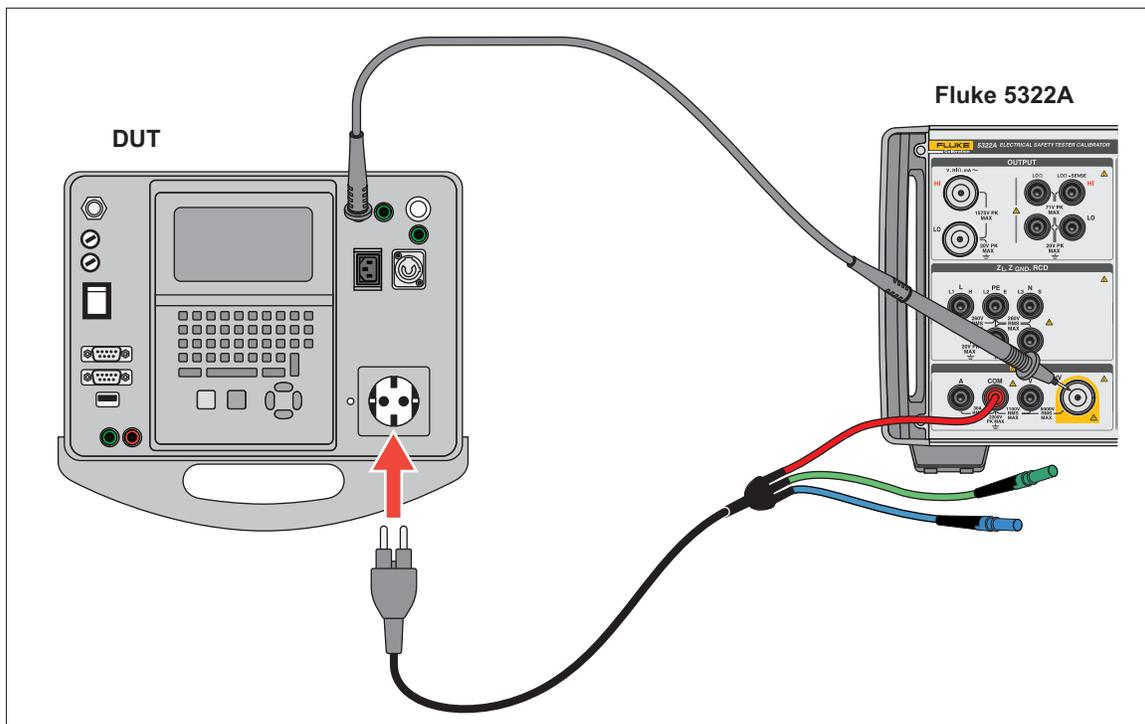

Figura 58. Medición de la tensión de prueba de flash de clase II con el modo Flash LC
3. Conecte el Producto y el DUT como en la figura 58.